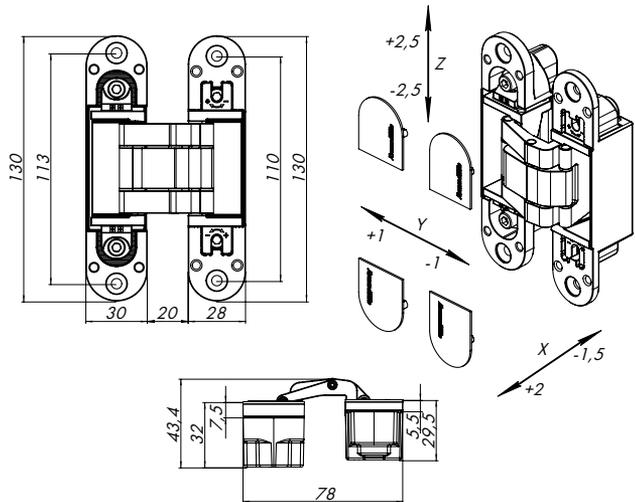

Рис. 1 — Габаритные размеры петель
- Габаритные размеры в открытом положении петли (рис. 1):
- Вертикальная регулировка (Z): $\pm 2,5$ мм
- Горизонтальная регулировка (X): $-1,5+2$ мм
- Регулировка по глубине (Y): ± 1 мм